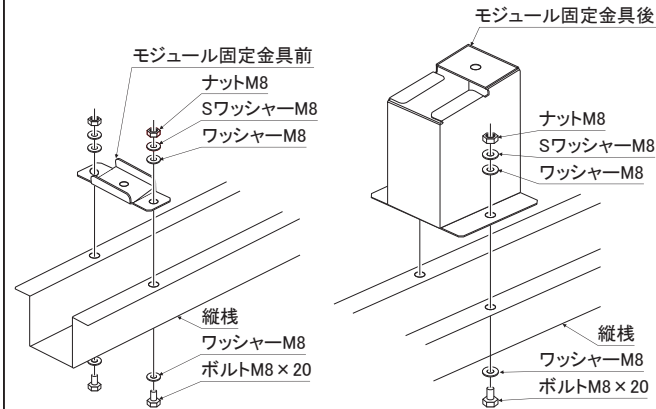

図3-12. 折板屋根工法 金具前の固定図 図3-13. 折板屋根工法 金具後の固定図
①縦木の軒先側にモジュール固定金具前(図3-12)/モジュール固定金具後(図3-13)を2本のボルトM8×20で固定してください。